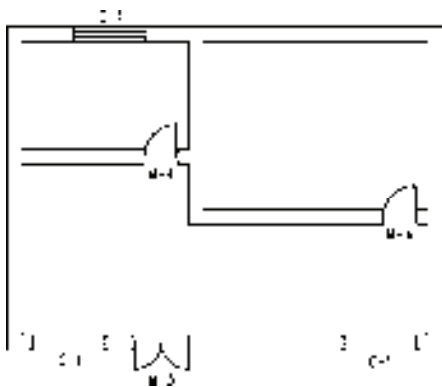

图 5-23 打开素材
1) 按〈Ctrl+O〉组合键，打开配套光盘提供的“第 5 章/5.1.4 转角窗.dwg”素材文件，结果如图 5-23 所示。